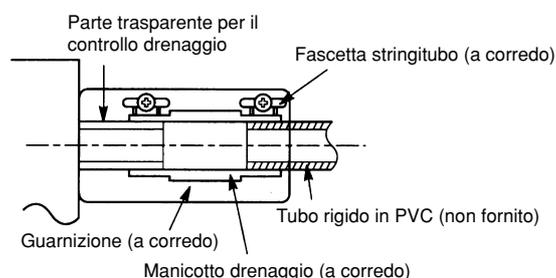

Fig. 3-6
- Stringere le fascette stringitubo con il sistema di bloccaggio a vite posizionato in alto (Fig. 3-6).